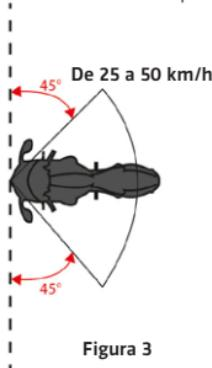

Figura 3
Se espera que el Sistema se inflé y proteja antes de que las zonas corporales cubiertas del usuario entren en contacto con un obstáculo, en Colisiones en las que una Motocicleta Golpea un Vehículo u Obstáculo (Figura 3) de acuerdo con las siguientes condiciones:
**¡IMPORTANTE!** La figura 3 muestra la envoltura de protección en la que se espera que el sistema se inflé antes de que las zonas cubiertas por el cuerpo del usuario entren en contacto con un obstáculo. A velocidades superiores a 50 km/h (31 mph) o fuera del ángulo declarado, se espera que el sistema se despliegue también, sin embargo, fuera de la envoltura de protección el sistema puede no estar completamente inflado antes de que haya contacto entre el obstáculo y las áreas cubiertas del usuario.